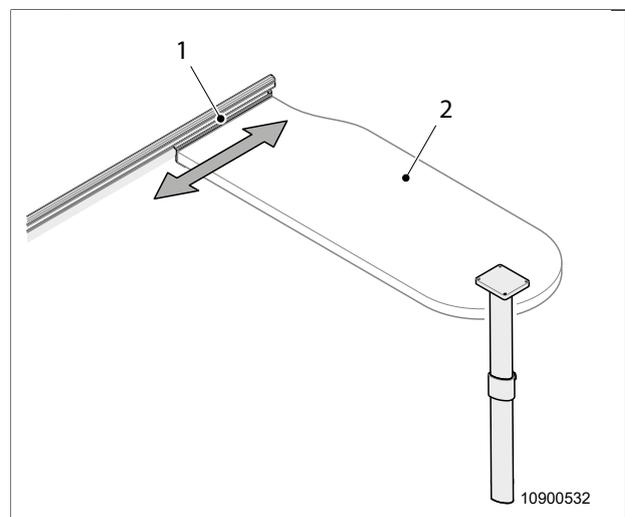

Abb. 22 Einhängetisch
1. Tischplatte (Abb. 22, Pos. 2) rechts anheben.
2. Tisch in angehobener Stellung entlang der Führungsschiene (Abb. 22, Pos. 1) in die gewünschte Position verschieben.